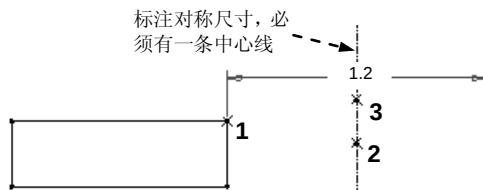

图 4.9.6 对称尺寸的标注
Step2. 选择点 1，再选择对称中心线上的任意一点 2，再次选择点 1；中键单击位置 3 以放置尺寸（如图 4.9.6 所示）。